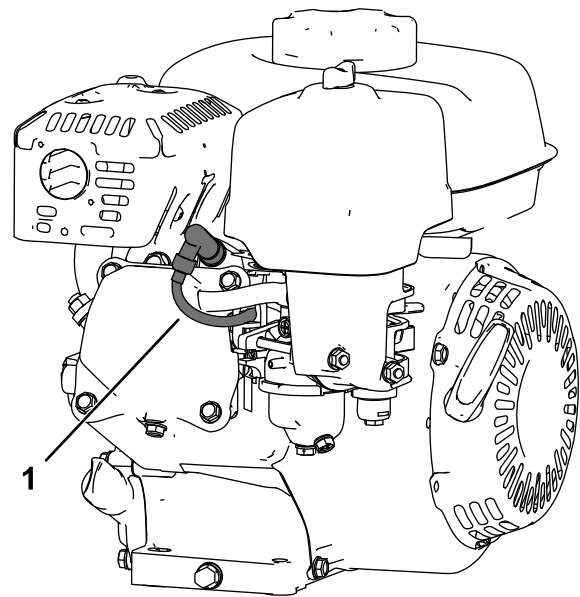

Figura 27
5. Scollegate il cappello della candela (Figura 27).